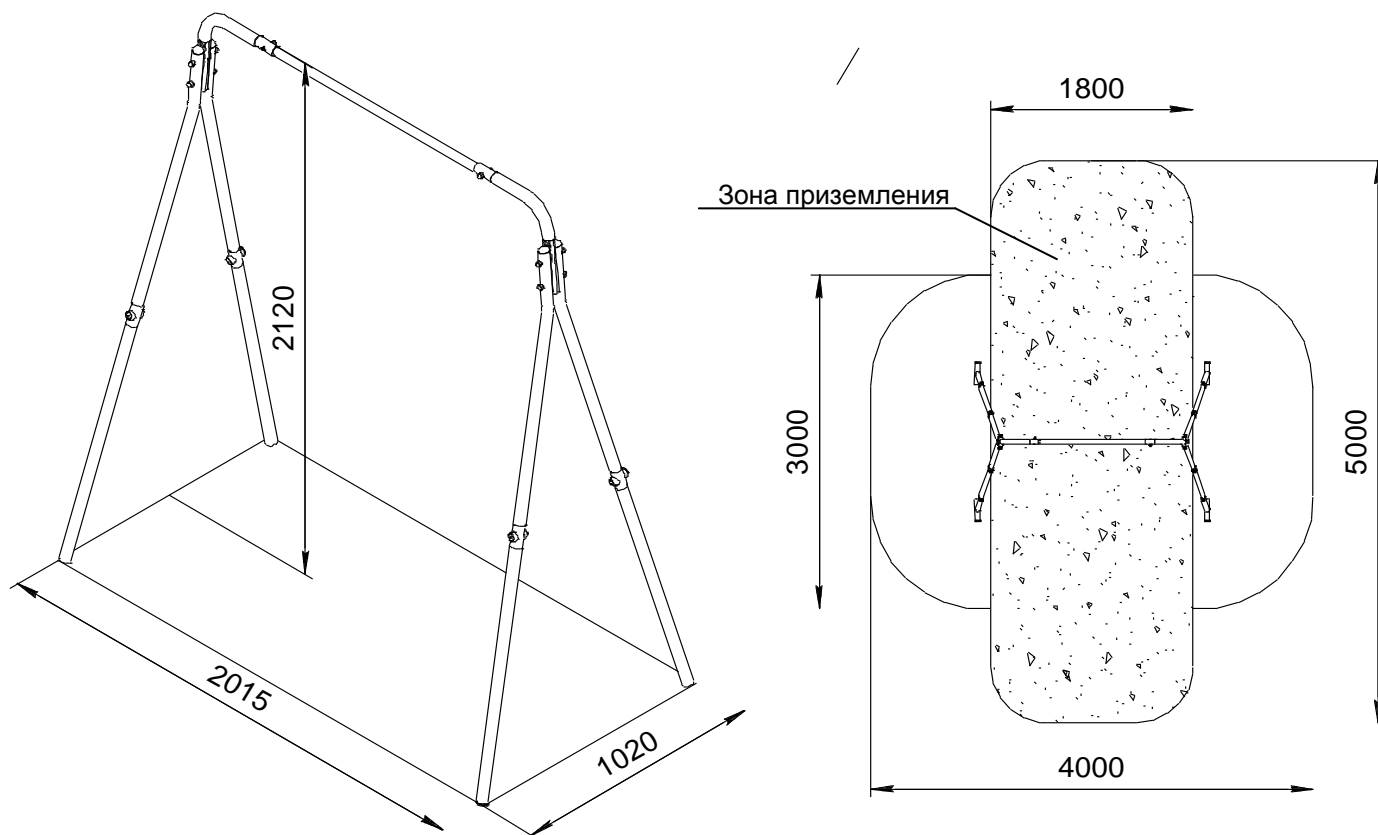

Рис.1
- 10.9. В зоне приземления, см (рис.1), должно быть ударопоглощающее покрытие (песок, древесные опилки), минимальной толщиной 300 мм.